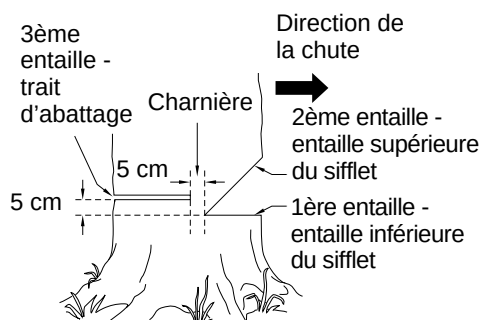

Figure 12 - Abattage d'un arbre
Un sifflet d'abattage correctement placé permet de déterminer la direction de la chute de l'arbre. Placer le sifflet d'abattage du côté de l'arbre où l'on veut qu'il tombe. (Voir la figure 12, page 11.) Procéder de la façon suivante pour faire le sifflet.
1. Faire l'entaille inférieure aussi près du sol que possible. Tenir la tronçonneuse de manière à ce que la lame-guide soit horizontale. Tailler sur 1/3 du diamètre du tronc d'arbre. (Voir la figure 12, page 11.)
Exemple: Si l'entaille inférieure a 20 cm (8 po) de profondeur, commencer l'entaille supérieure à 20 cm au-dessus de cette dernière. Scier vers le bas à un angle de 45°. L'entaille supérieure doit rencontrer l'extrémité de l'entaille inférieure. (Voir la figure 12, page 11.)
1. De l'autre côté de l'arbre, faire le trait d'abattage à 5 cm (2 po) au-dessus de l'entaille inférieure du sifflet. (Voir la figure 12, page 11.) Faire le trait parallèle à l'entaille inférieure.
⚠ AVERTISSEMENT: Ne pas scier l'arbre complètement. Laisser environ 5 cm (2 po) de bois non scié directement derrière le sifflet d'abattage. (Voir la figure 12, page 11.) Cette partie non sciée sert de charnière. La charnière empêche l'arbre de se tordre et de tomber dans la mauvaise direction.